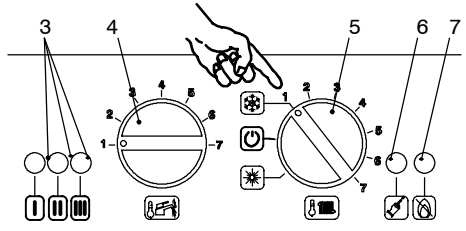
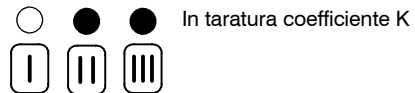
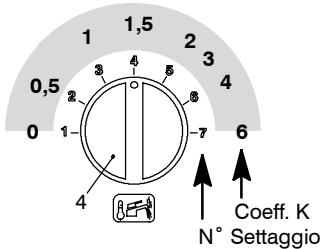
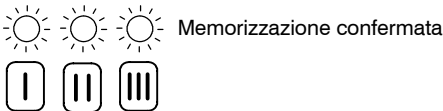

fig. 5.26
fig. 5.27
fig. 5.29
fig. 5.30
1 Alimentate elettricamente la caldaia azionando l'interruttore bipolare previsto nella installazione; la lampada di segnalazione 3 in fig. 5.26 lampeggia ogni 4 secondi.
- 2 Posizionare il selettore 5 come indicato in fig. 5.26; la lampada di segnalazione 3 lampeggia ad intermittenza circa ogni 2 secondi.
- 3 Tenere premuto il pulsante di ripristino 6 in fig. 5.26 per circa 10 secondi, la lampada di blocco 7 in fig. 5.26 inizierà a lampeggiare.
- 4 Per tarare il coefficiente K le spie di segnalazione 3 in fig. 5.26 devono essere visualizzate come in fig. 5.27 (legenda spie fig. 5.28)
- 5 Se non si visualizza questa sequenza premere il pulsante di ripristino 6 in fig. 5.26 tante volte fino alla visualizzazione (5 volte).
- 6 Per visualizzare il settaggio impostato tenere premuto il pulsante di ripristino 6 in fig. 5.26 per circa 5 secondi. Le spie di segnalazione 3 in fig. 5.26 lampeggeranno un numero di volte pari al settaggio (fig. 5.29)
- 7 Per cambiare il settaggio ruotare la manopola regolazione temperatura sanitari 4 in fig. 5.26 e posizionarla nel valore di **K** desiderato fig. 5.29 (nella figura es. manopola settata per **K1,5**), la lampada di segnalazione blocco 7 in fig. 5.26 lampeggia velocemente.
- 8 Per memorizzare il settaggio premere il pulsante di ripristino 6 in fig. 5.26 per circa 5 secondi, le spie di segnalazione 3 in fig. 5.26 lampeggiano tutte simultaneamente come in fig. 5.30 (legenda spie fig. 5.28)